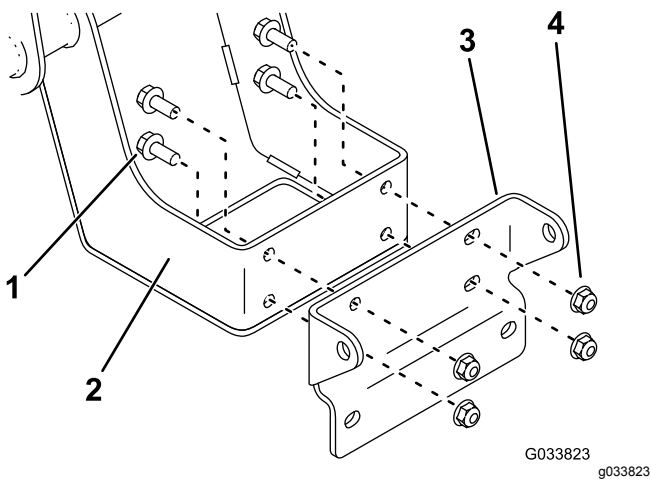

Figura 7
5. Instale el soporte de la defensa delantera en la defensa delantera con 4 pernos (5/16" x 3/4") y 4 tuercas (5/16"), como se muestra en la Figura 7.